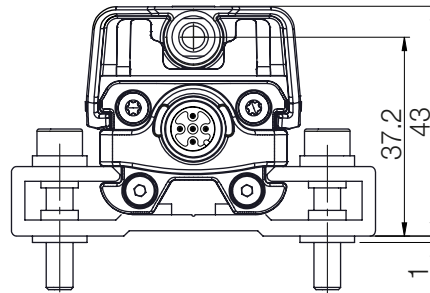
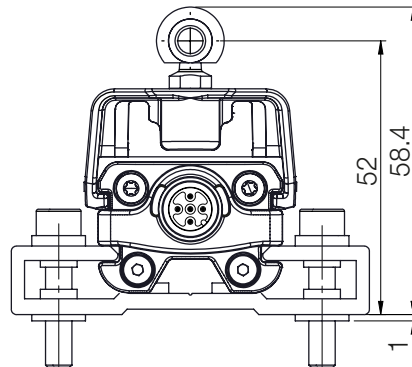
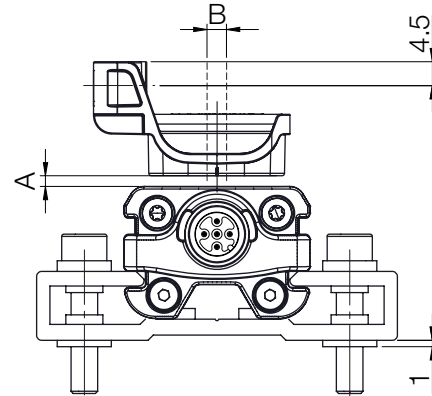
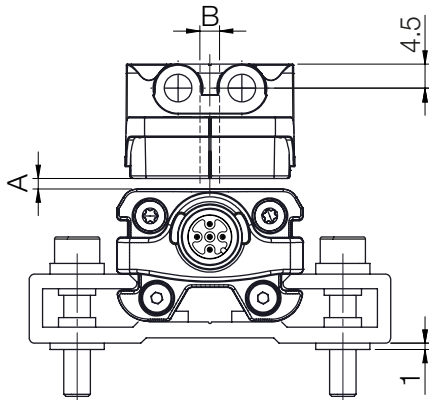

Fig. 5-1: Medidas e distâncias com BAM TG-IR-037-A
Fig. 5-2: Medidas e distâncias com BAM TG-IR-037-B
Fig. 5-4: Medidas e distâncias com BAM TG-IR-036-B
Fig. 5-3: Medidas e distâncias com BAM TG-IR-036-A
O sistema de posicionamento indutivo rápido BIR é compatível tanto para encoders de posição livres, isto é, com funcionamento sem contato (vide Fig. 5-3 e Fig. 5-4) quanto para encoders de posição conduzidos (vide Fig. 5-1 e Fig. 5-2).
- Para a distância A entre o encoder de posição e o BIR e para o deslocamento central B (vide Fig. 5-3 e Fig. 5-4) devem ser mantidos os seguintes valores: